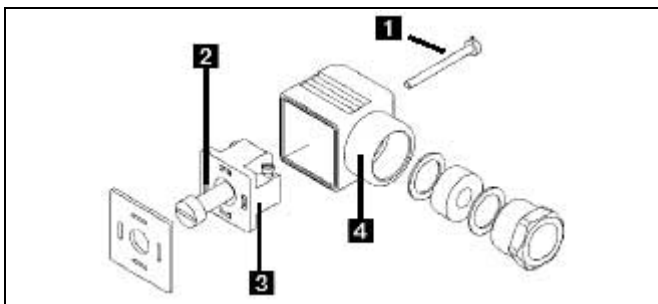

Рис. 3.3 Конструкция приборной розетки
1. Отвинтить винт 1 и удалить пластиковое кольцо 2 (Рис. 3.3)